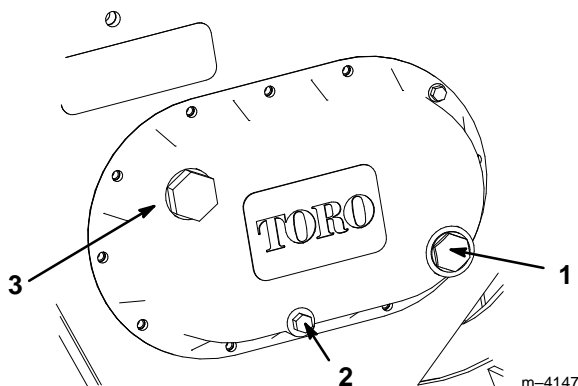

Figure 15
3. Vérifier le niveau d'huile par le viseur sur le côté de la boîte d'engrenages (Fig. 15). L'huile doit arriver jusqu'au point rouge au centre du viseur.
4. Si le niveau d'huile d'engrenages est bas, retirer le bouchon de remplissage (Fig. 15) et remplir la boîte d'huile d'engrenages jusqu'à ce que le niveau atteigne le point rouge du viseur.
4. Retirer le bouchon de vidange (Fig. 15) et laisser l'huile couler dans le récipient.
6. Retirer le bouchon de remplissage (Fig. 15) et remplir la boîte d'huile d'engrenages jusqu'à ce que le niveau atteigne le point rouge du viseur.